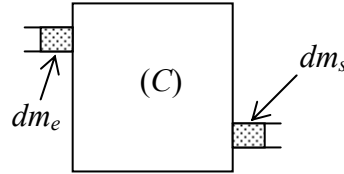

Figure 5 : système fermé Σ_f
L'objectif des questions qui suivent est d'établir l'expression du premier principe dans ce cas. Pour cela, on considère un composant (C) et on définit le système fermé Σ_f de la façon suivante (figure 5) :
- à l'instant t , Σ_f est constitué du fluide contenu dans (C) et de la masse dm_e de fluide entrant dans (C) entre t et $t + dt$
- à l'instant $t + dt$, Σ_f est constitué du fluide contenu dans (C) et de la masse dm_s de fluide sortant de (C) entre t et $t + dt$.